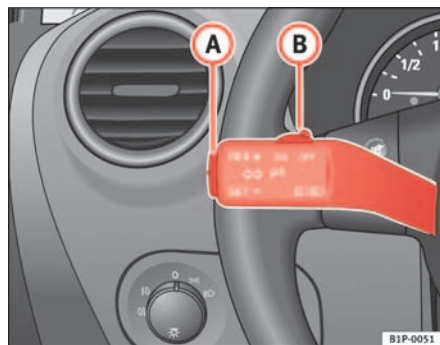

Fig. 127 Palanca de intermitentes y de luz de carretera: mando y tecla basculante para el regulador de velocidad
- Presione la parte superior de la tecla basculante **RES** ⇒ fig. 127 **A** para aumentar la velocidad. El vehículo acelerará mientras mantenga la tecla presionada. Al soltar la tecla quedará memorizada la nueva velocidad.
Si se reduce la velocidad programada pisando el pedal del freno, se desactiva el regulador de velocidad. Si quiere activar de nuevo el regulador, bastará con presionar una vez la parte superior de la tecla basculante **RES+** ⇒ fig. 127 **A**.